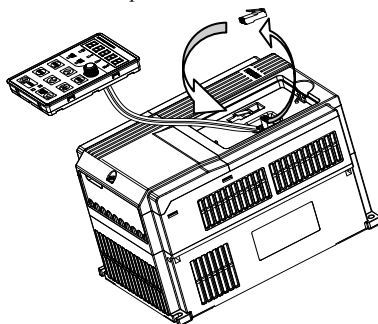

Рис. 3-7(с) Операция по удалению панели управления
d. Снятие крышки выводов: освободите невыпадающие винты крышки, как показано на рис. 3-7 (d) , затем удалите крышку выводов в направлении, которое показано на рисунке ниже.